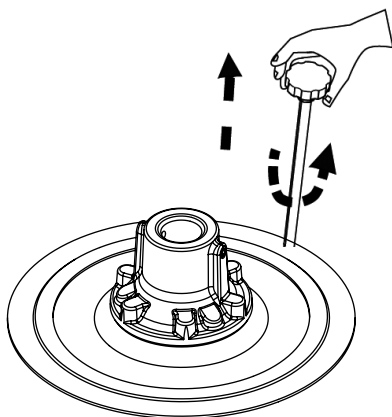

Fig. 5
1. Desenrosque el purgador de aire del plato seguidor (fig. 5).